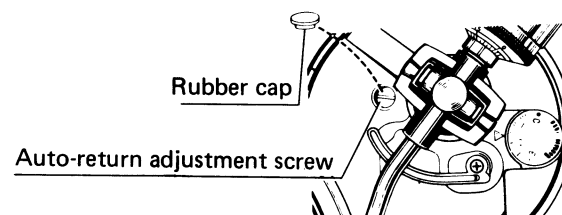

Fig. 12
When the tonearm is in or near the arm rest, the auto-start adjustment screw is visible; when the tonearm is near the center of a record, the auto-return adjustment screw is visible. (Fig. 12)
• Adjustment of automatic return position (Fig. 12)
Wenn der Tonarm in der Nähe der plattenmitte ist, so ist die Auto-Rückkehr-Positions-Justierschraube sichtbar. (Abb. 12)
• Justierung des Abschaltpunktes der Automatik (Abb. 12)
Lorsque le bras de lecture est sur ou près de l'accoudoir du bras, la vis de réglage de démarrage automatique est visible; lorsque le bras de lecture est près du centre d'un disque, la vis de réglage du retour automatique est visible. (Fig. 12)
- **Mise au point de la position de retour automatique (Fig. 12)**